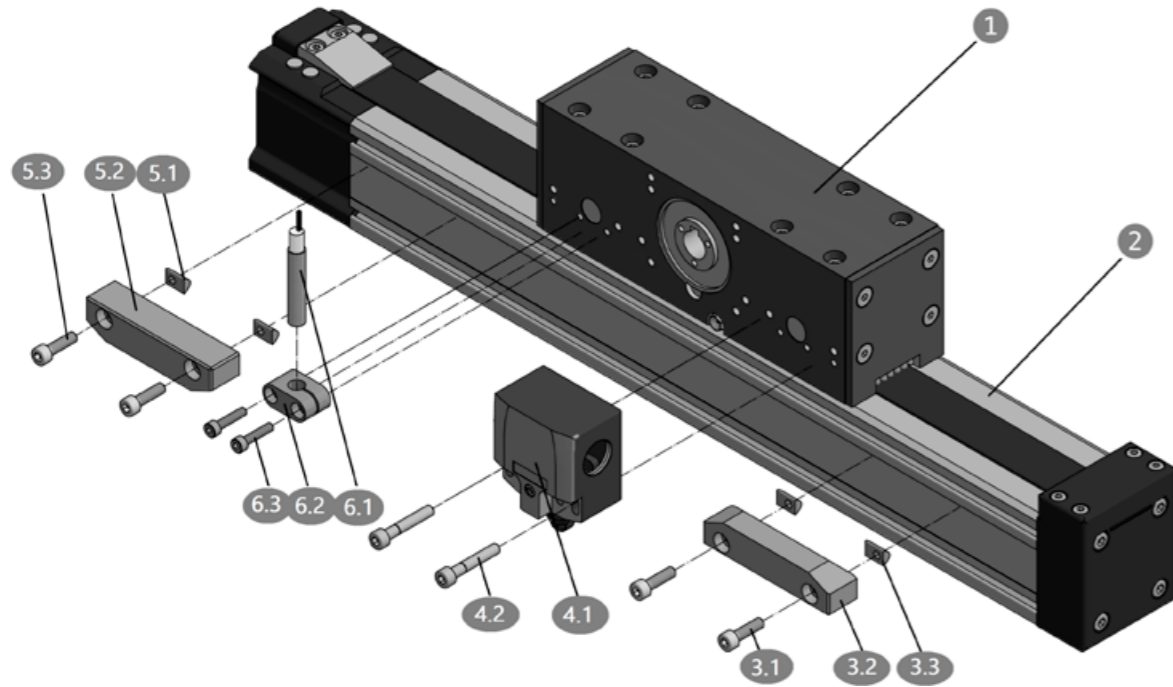

Figure 3.16 Montage des capteurs de fin de course sur la tête d'entraînement du module linéaire AXE_A avec profilé déplacé
Lors du montage des capteurs de fin de course et des éléments d'actionnement, les étapes suivantes doivent être effectuées conformément à la figure 3.16. La tête d'entraînement ① et le profilé ② du module linéaire sont disposés de manière symétrique afin de permettre un montage de chaque côté.